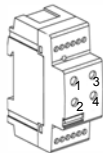

Fig. 3
2. Schakel de netspanning in en druk op de programmeertoets (afb. 3). De rode LED begint te lichten.
Elke schakel-actuatoremodule kan ter plaatse via de LED-toetsen (afb. 3) worden bediend. De module mag zich hierbij niet in de programmeermodus bevinden (zie "Inbedrijfstelling, programmering")